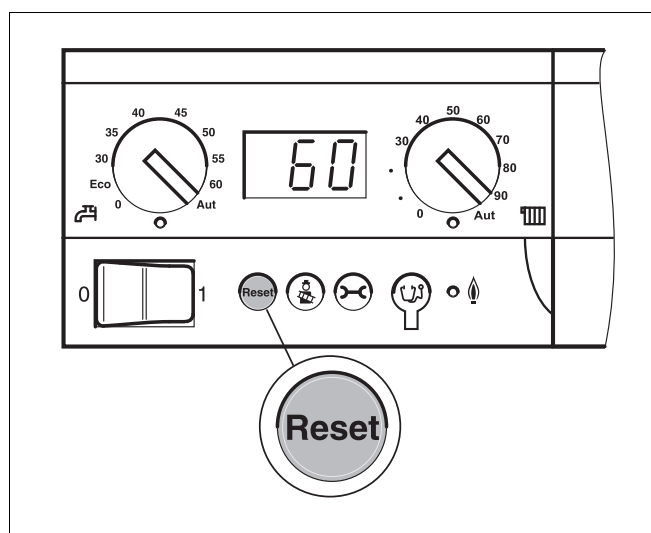

Fig. 10 Eliminazione dell'anomalia tramite il tasto "Reset"
- Premere il tasto "Reset" (fig. 10) per circa 5 secondi, per eliminare il guasto.